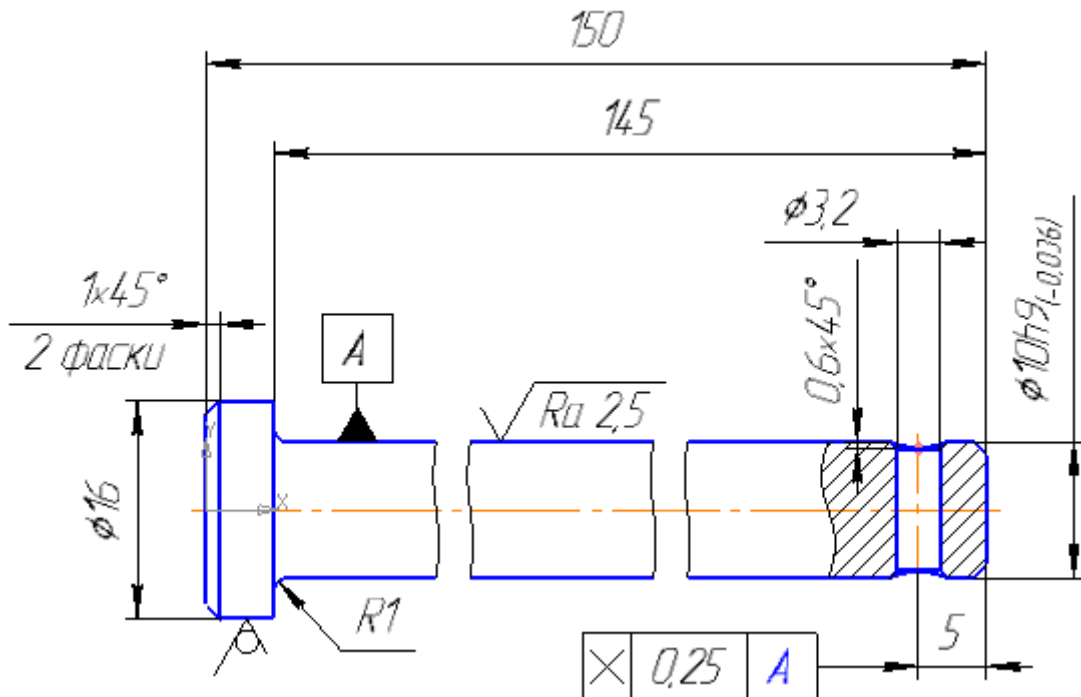
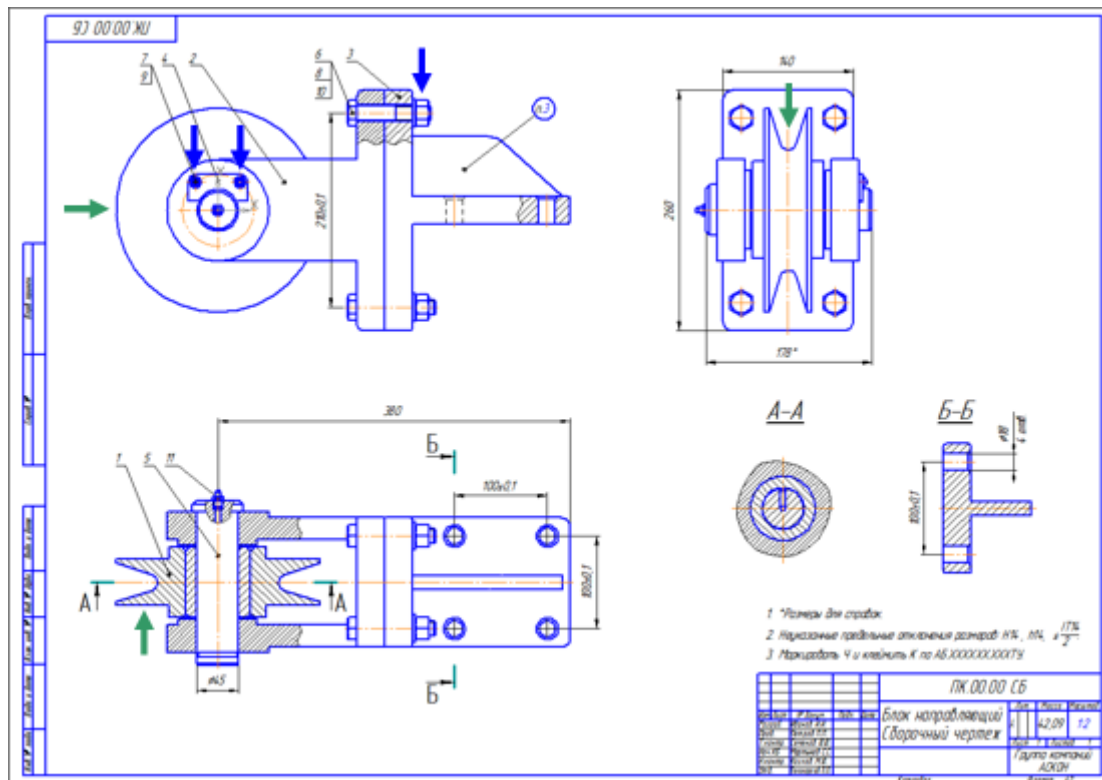

Рисунок 25.
Рисунок 1.
- Используя приведенный ниже рисунок 25 и рисунок 1, самостоятельно оформите чертеж.
Закончить построение чертежа изделия Блок направляющий: построить изображение сборочной единицы Ролик на всех трех видах (рис. 1), добавить крепежные элементы, проставить обозначения позиций и создать объекты спецификации.